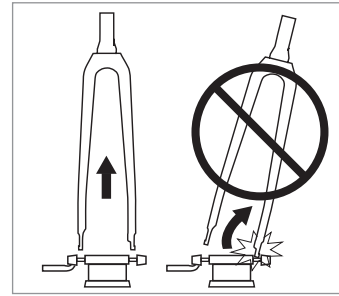

Figure 8
2. Lors de la dépose de la fourche de la fixation, veuillez à tirer/pousser directement vers le haut afin de pouvoir retirer les pattes de manière uniforme et simultanée. N'inclinez pas le vélo pour le retirer de la fixation afin d'éviter d'endommager les pattes (figures 8).